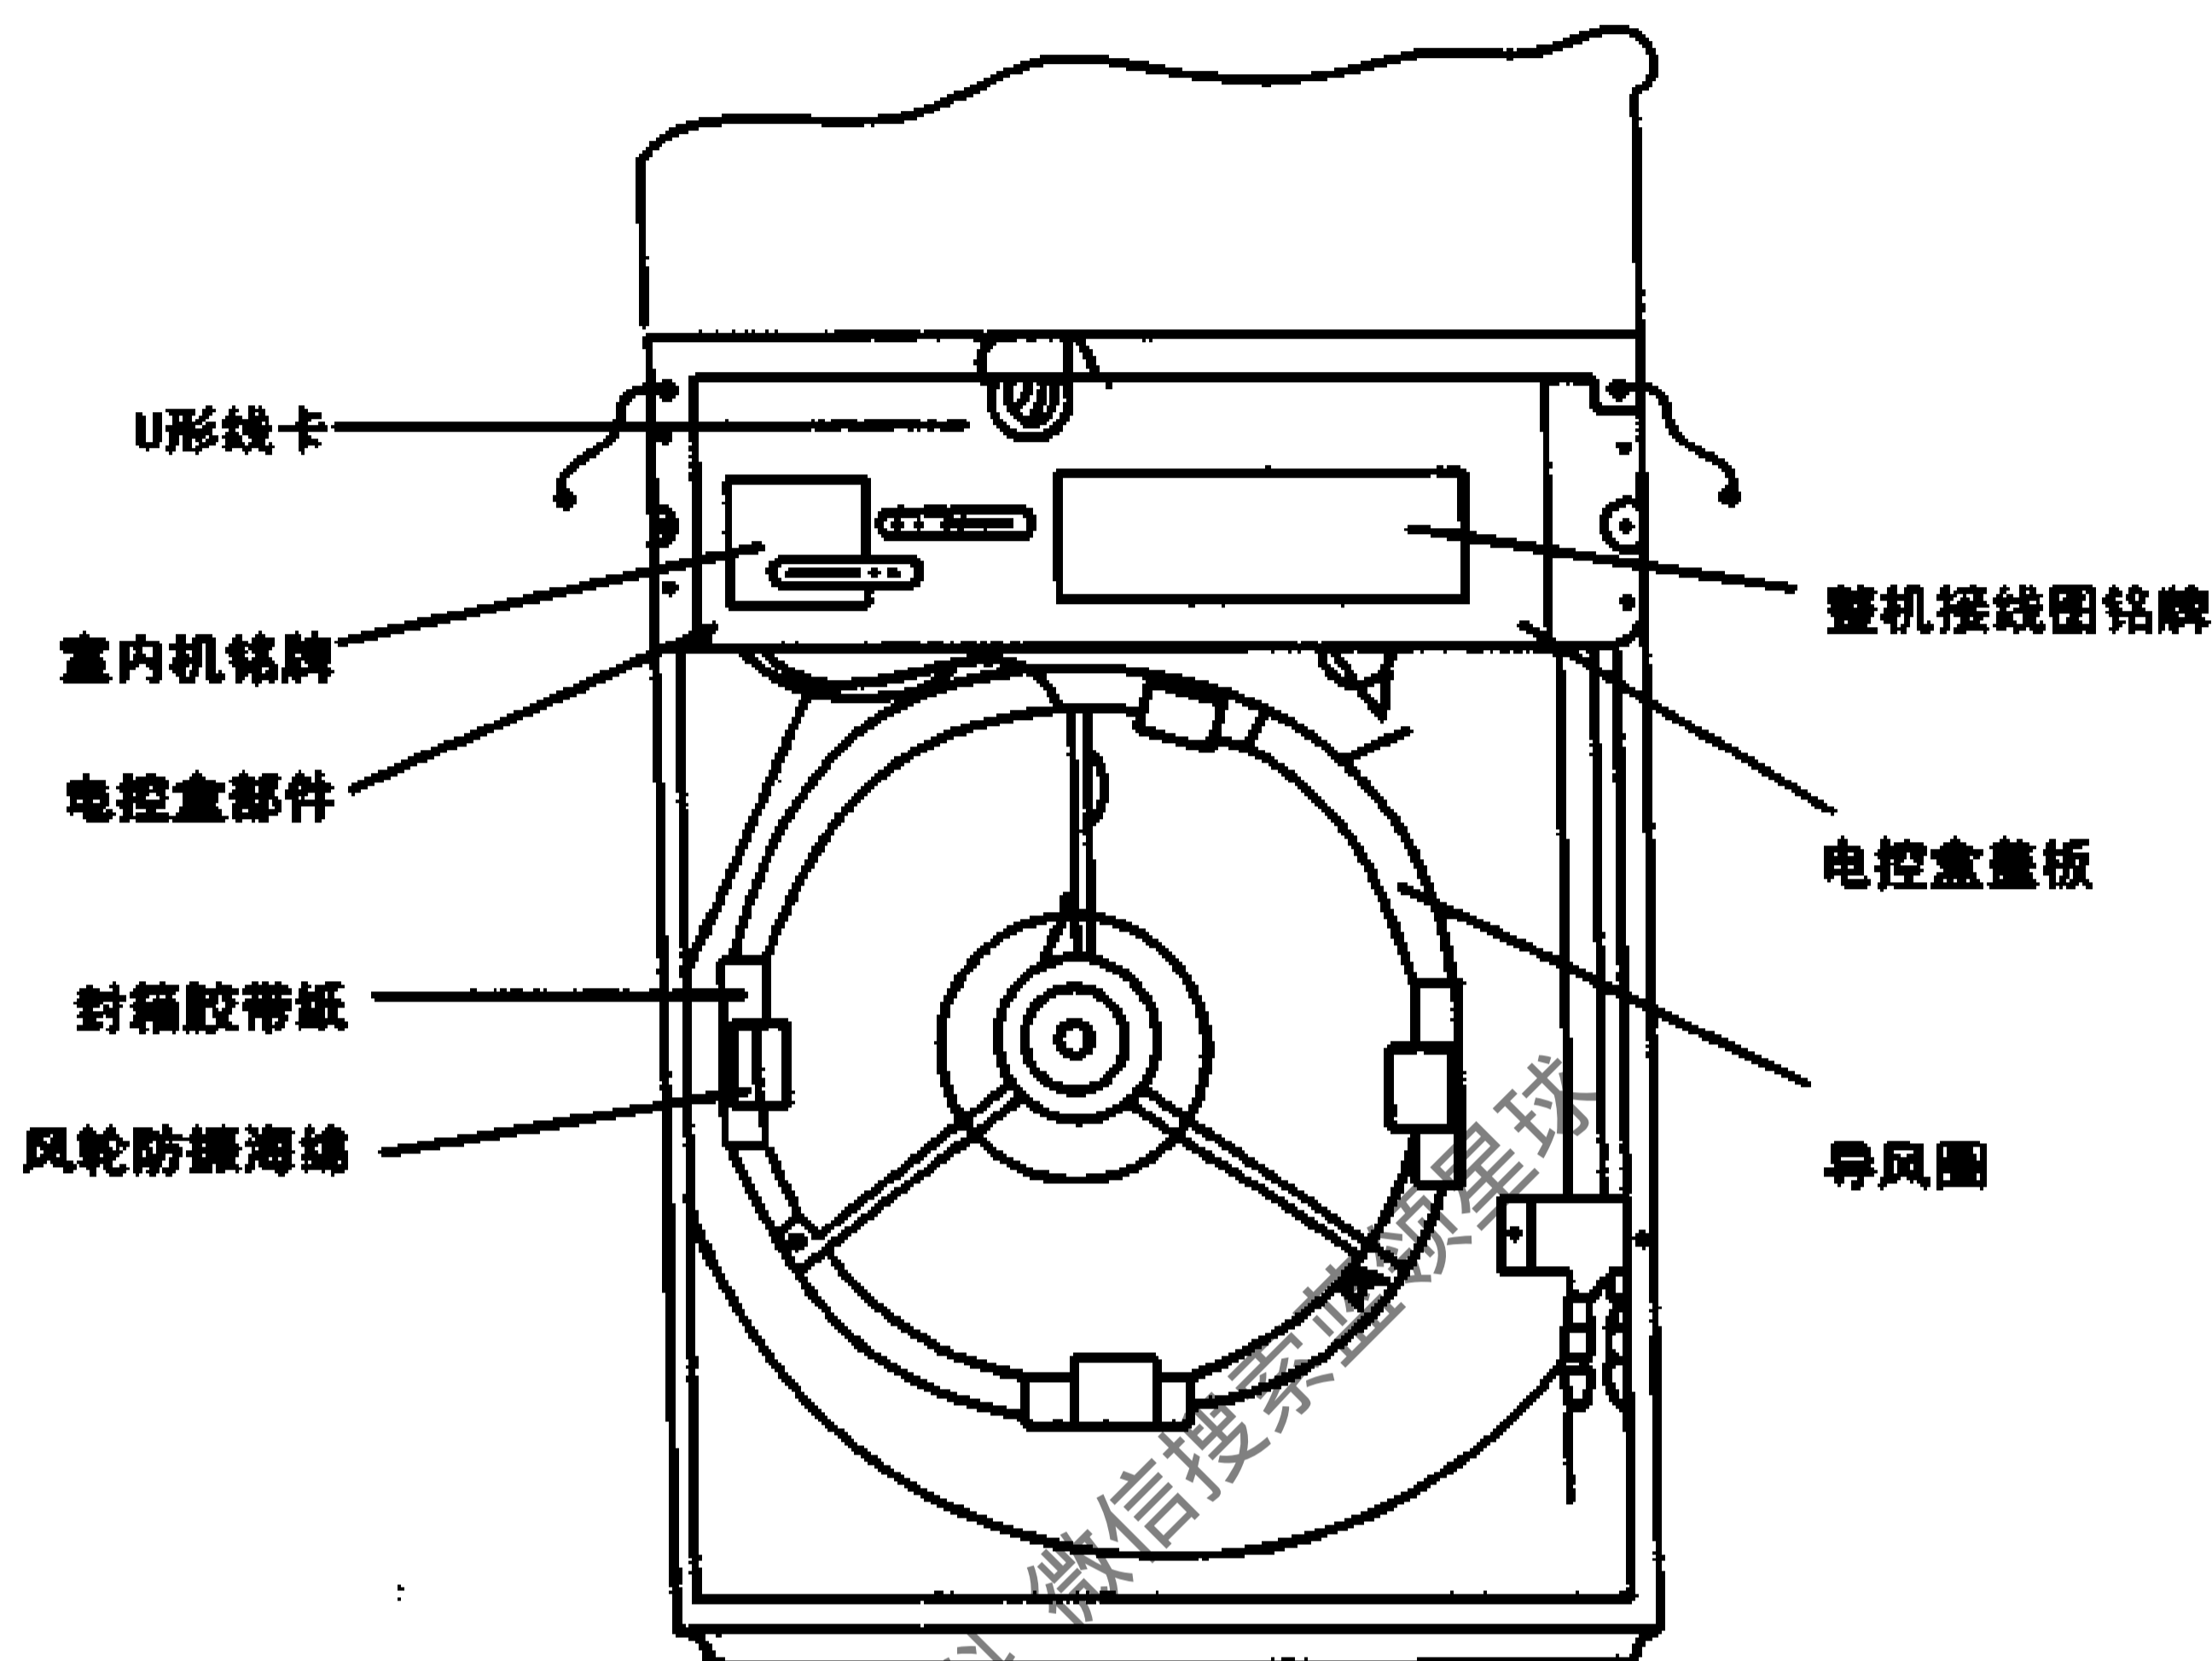
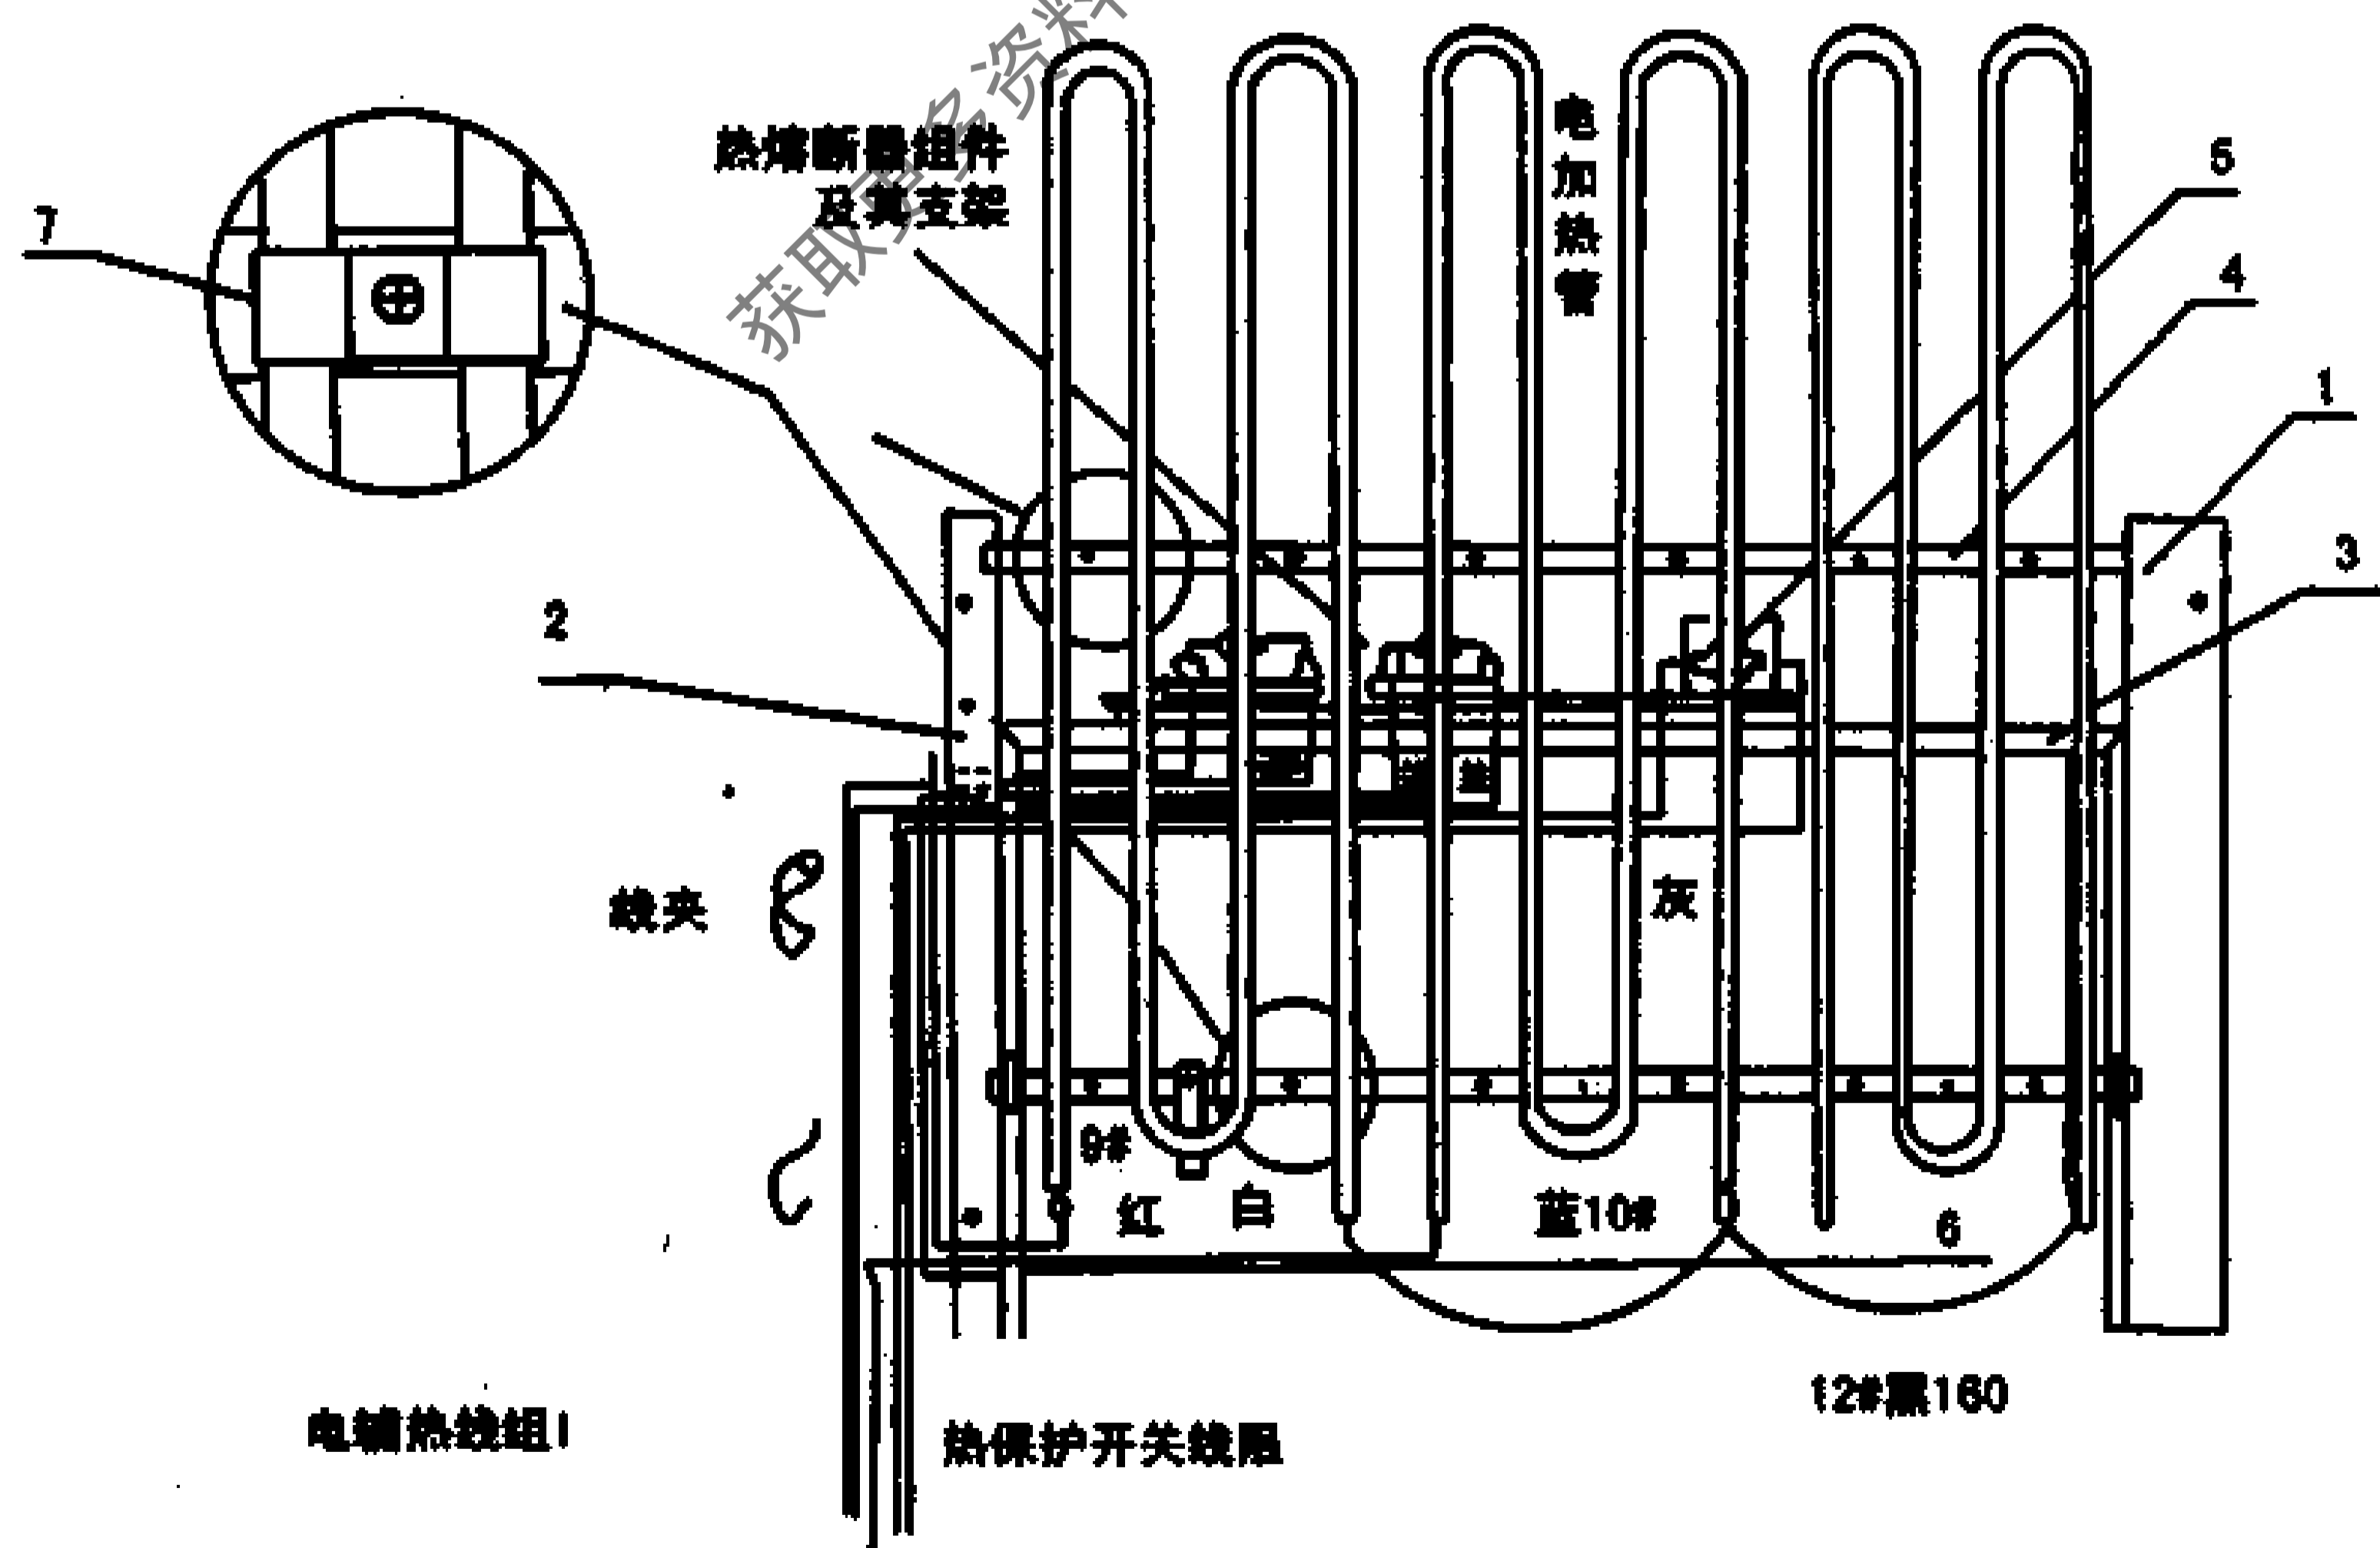

图 17-2-6
图 17-2-15
(3) 向外拉起进风格栅上部左、右两边的扣搭，取出带钩组合件的小钩，拿开进风格栅。见图 17-2-15 到图 17-2-6。
(4) 从图 17-2-6 中可以看出风机部件及电控盒等。撕下胶带纸，取出四块风轮防振海绵。(96 年 5 月以前生产的无) 导风圈上有 6 个自攻螺钉与蜗壳连接，松开自攻螺钉，可将整个风机部件提出。
松开电加热管部件两边的四个螺钉，可将其整个取下。如图 17-2-15。